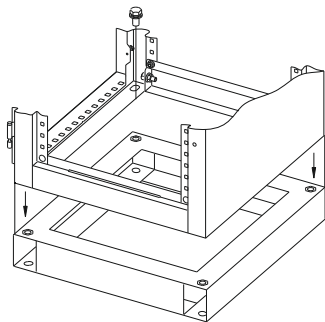

Рисунок 30
20.2 Закрепите Цоколь четырьмя болтами М12х25 с шайбами (рисунок 30). Момент затяжки 56 Н·м.